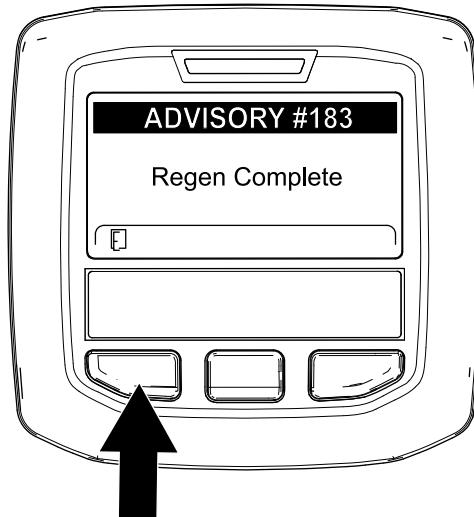

Рисунок 69
9. Когда компьютер двигателя завершает процесс стационарной или восстановительной регенерации, на дисплее инфо-центра появляется информационное сообщение № 183 (Рисунок 69). Для перехода на главный экран нажмите левую кнопку.
Примечание: Если регенерацию не удалось завершить, на дисплее инфо-центра появляется информационное сообщение № 184 (Рисунок 69). Для перехода на главный экран нажмите левую кнопку.